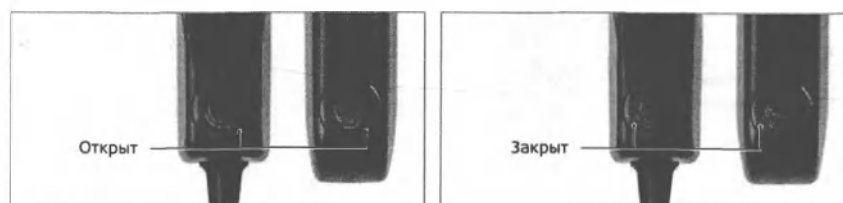

Рис. 4 Кожух разъема SONNET ActiveWear и крышка SONNET блока элементов питания
Кожух разъема SONNET ActiveWear и крышка SONNET блока элементов питания оснащены фиксаторами. При подсоединении и отсоединении SONNET ActiveWear соединительного кабеля необходимо удостовериться в том, что фиксатор находится в незаблокированном положении (см. рис. 4).
3. Убедитесь, что фиксатор разъема SONNET ActiveWear находится в разблокированном положении перед тем, как надевать его на разъем SONNET ActiveWear. Если он находится в заблокированном положении, используйте поставляемую MED-EL отвертку, чтобы повернуть фиксатор против часовой стрелки в положение разблокировки, как показано на рис. 4. Работая отверткой, не применяйте силу, чтобы не сломать фиксатор. Перед переходом к шагу 4 убедитесь, что передатчик подсоединен к блоку процессора.
Чтобы не допустить разборки аудиопроцессора маленьким ребенком, фиксатор всегда должен быть повернут по часовой стрелке в положение блокировки (см. рис. 4), после того как на разъем SONNET ActiveWear был полностью надвинут кожух разъема SONNET ActiveWear.
1. Поверните фиксатор в положение разблокировки (см. рис. 4), затем снимите кожух разъема SONNET ActiveWear с разъема SONNET ActiveWear.
3. Убедитесь, что фиксатор крышки SONNET блока элементов питания находится в разблокированном положении. Если он находится в заблокированном положении, используйте поставляемую MED-EL отвертку, чтобы повернуть фиксатор против часовой стрелки в положение разблокировки, как показано на рис. 4. Работая отверткой, не применяйте силу, чтобы не сломать фиксатор.
Чтобы не допустить разборку аудиопроцессора маленьким ребенком, фиксатор всегда должен быть повернут по часовой стрелке в положение блокировки (см. рис. 4), после того как на корпус SONNET блока элементов питания была полностью надвинута крышка SONNET блока элементов питания.
1. Поверните фиксатор в положение разблокировки (см. рис. 4), затем сдвиньте крышку с корпуса SONNET блока элементов питания.